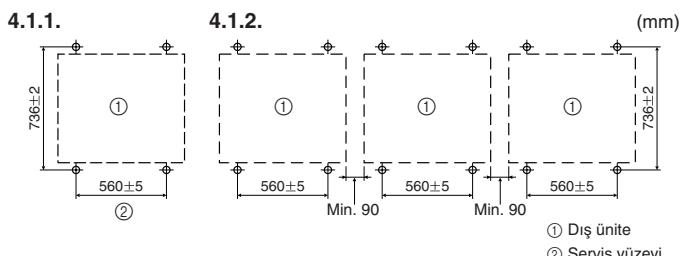

Fig. 4-1
4.1.1. Tek bir dış üneni monte ederken (Fig. 4-1)